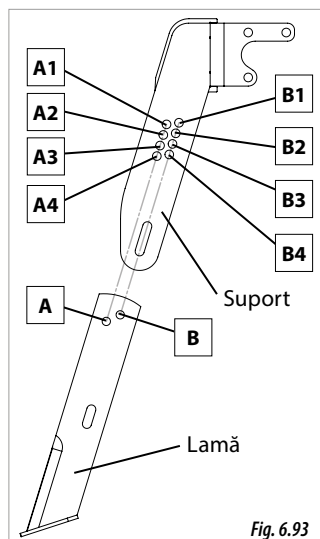
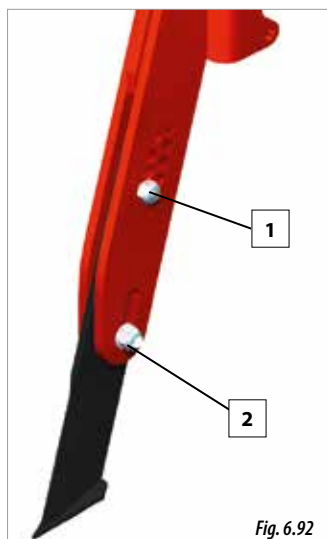

Fig. 6.93
Fig. 6.92
- 1- Scoateți piulița și șurubul de poziționare (1, Fig. 6.92).
- 2- Slăbiți piulița și șurubul de fixare (2, Fig. 6.92).
- 3- Puneți lama la înălțimea dorită, ajustați înălțimea până la îmbinarea uneia dintre găuri (A sau B, Fig.6.93) cu altă gaură.
Șurubul de fixare (1, fig. 6.93) trebuie pus la aceeași literă pentru lamă, cât și pentru suport. **POZIȚIILE A și B NU SUNT INTERSCHIMBABLE.** A se vedea următorul tabel și imaginea 6.93 pentru ajustarea adâncimii lamei, după poziția șurubului de poziționare (1, Fig. 6.92).